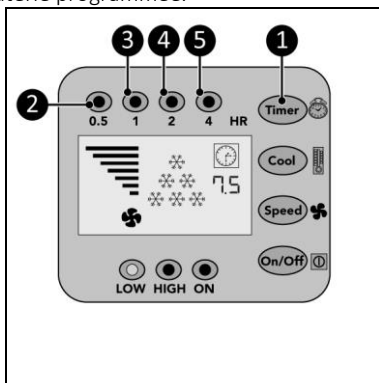

Figure 13
1. Appuyez à plusieurs reprises sur la touche de minuterie (figure 13, pos. 1) pour lancer le compte à rebours de :
- 0,5 heure : l'indicateur 0,5 heure (figure 13, pos. 2) s'allume ;
- 1 heure : l'indicateur 1 heure (figure 13, pos. 3) s'allume ;
- 2 heures : l'indicateur 2 heures (figure 13, pos. 4) s'allume ;
- 4 heures : l'indicateur 4 heures (figure 13, pos. 5) s'allume ;
- 7,5 heures : l'indicateur 0,5 heure, l'indicateur 1 heure, l'indicateur 2 heures et l'indicateur 4 heures (figure 13, pos. 2, 3, 4 et 5) s'allument.